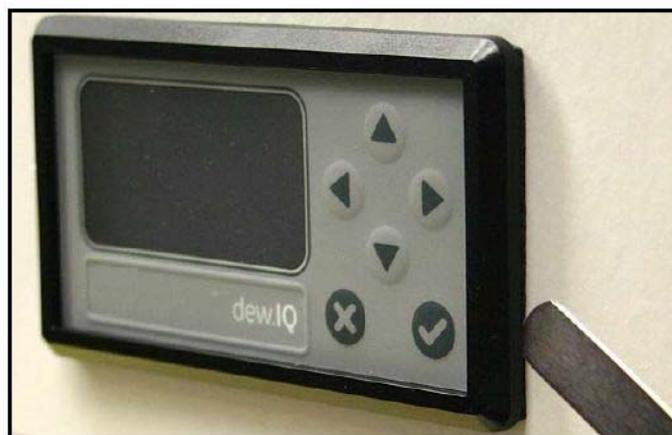

図 15 : ガスケットの圧縮を確認する
7. 下の図 15 のように、ディスプレイの裏側に隙間ゲージを入れてガスケットの圧縮を確認し、隙間が $0.71\text{mm} \pm 0.05\text{mm}$ になるまで取り付けねじを締めます。